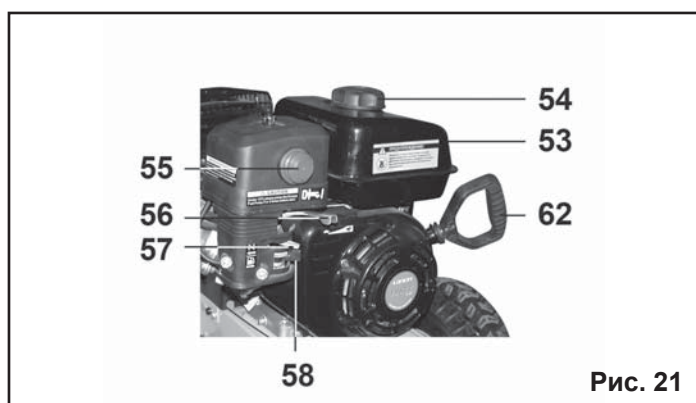

Рис. 21
8.2.4. Вставьте ключ зажигания в замок зажигания (60) на панели управления (61). Поверните его в положение “ON” (Рис.21).